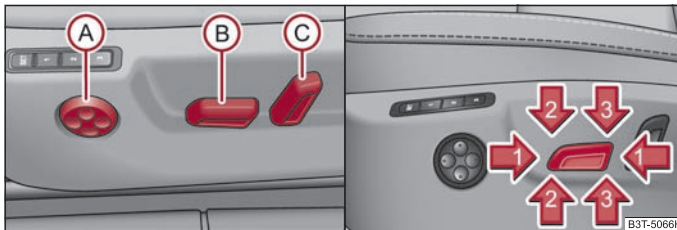

Fig. 69 Imagine din lateral: Elementele de comandă pentru reglarea scaunului / comutatorul pentru reglarea scaunului
- Apăsați comutatorul (B) ⇒ fig. 69 în față, respectiv în spate (1) ⇒ fig. 69.
- Apăsați comutatorul (B) ⇒ fig. 69 în sus, respectiv în jos.
- Apăsați comutatorul (B) ⇒ fig. 69 în față (2) ⇒ fig. 69, respectiv în spate (3).
- Apăsați comutatorul (C) ⇒ fig. 69 în sensul în care doriți să faceți reglajul.
- Pentru a mări arcuirea suportului lombar, apăsați comutatorul (A) ⇒ fig. 69 în față.
- Pentru a micșora arcuirea suportului lombar, apăsați comutatorul (A) în spate.
- Pentru a regla arcuirea suportului lombar în sus, apăsați comutatorul (A) în sus.
- Pentru a regla arcuirea suportului lombar în jos, apăsați comutatorul (A) în jos.